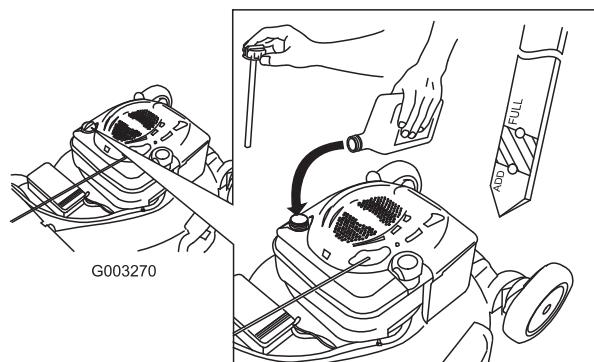

Figuur 37
- Kantel de machine op zijn kant met de vulbus omhoog om de gebruikte olie langs de vulbus te laten uitlopen in een bak (Figuur 37).